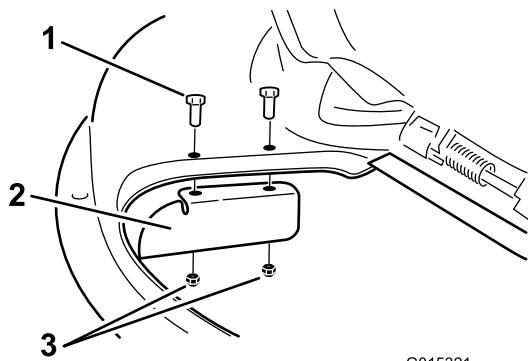

Figura 33
- Instale la placa deflectora en la carcasa de corte Figura 33. Sujete la placa deflectora a la carcasa de corte con las dos contratuerzas (5/16 pulgada).
- Retire la placa deflectora de la carcasa de corte (Figura 33).